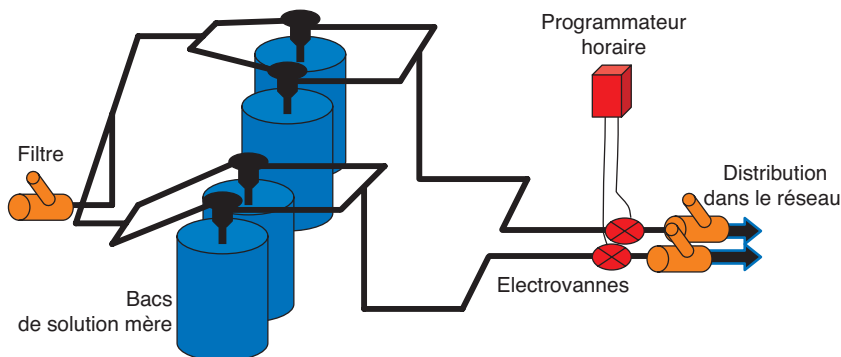

Figure 13. Schéma général d'une station de fertilisation : cas d'une exploitation intermédiaire.
La station de fertilisation est dimensionnée en fonction de la surface des serres de l'exploitation. Elle doit aussi tenir compte des extensions possibles (figure 13). Avant sa mise en place, il faut aussi prendre en compte la qualité de l'eau :
Pour une exploitation intermédiaire, la station de fertilisation est plus compliquée et plus grande que la précédente (figure 13).
- 4 bacs de 100 l pour fabriquer plusieurs solutions mères en fonction des stades culturaux (figure 13). Ces 4 bacs permettent la confection de 2 solutions nutritives différentes.